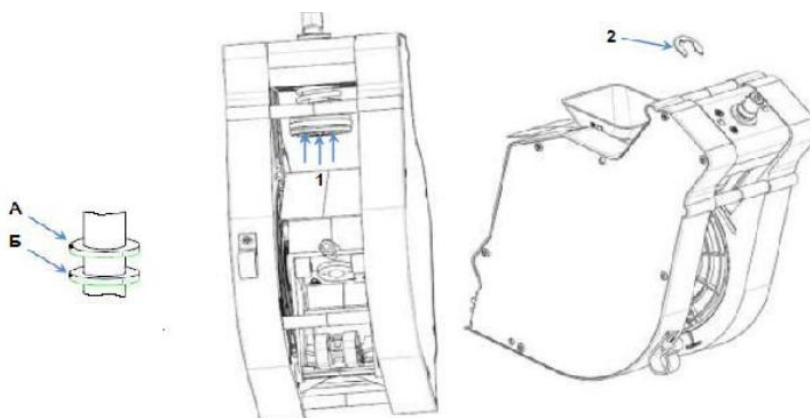

Рисунок 27 — регулировка объема камеры для приема молотого кофе от дозатора.
**ВНИМАНИЕ!** Группа эспresso позволяет регулировать объем камеры для приема молотого кофе от дозатора. При установке кулачка дозатора в положение 5 или 6, или при весе молотого кофе более 8 грамм **НЕОБХОДИМО** увеличить объем камеры путем установки стопорного кольца в положение Б (см.рис. 27). Настройка осуществляется в следующем порядке: